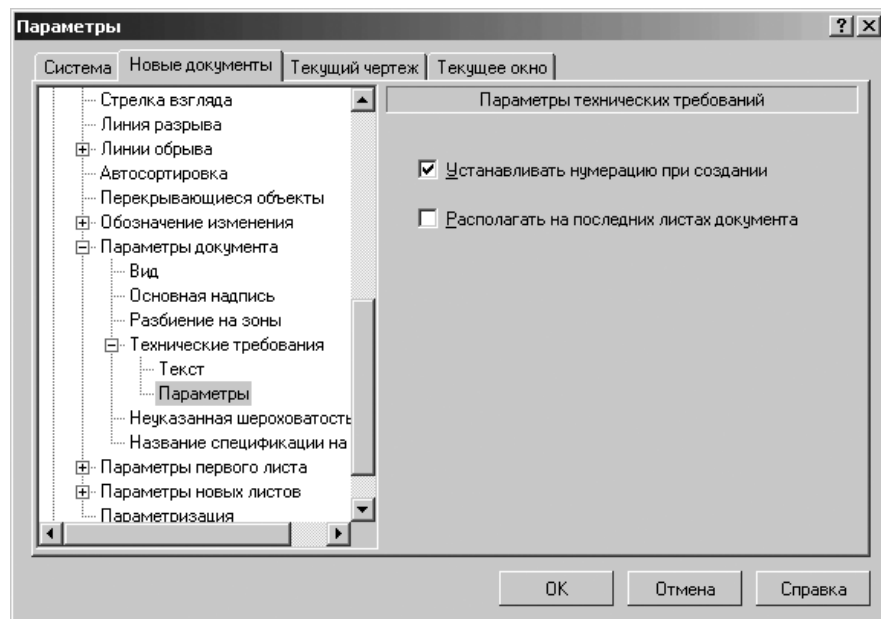

Рис. 10.84. Диалоговое окно **Параметры** с открытой вкладкой **Новые документы** и панелью **Параметры технических требований**
- щелкните в списке настраиваемых элементов **Технические требования** по пункту **Параметры**. В правой части появится панель **Параметры технических требований**, показанная на рис. 10.84.